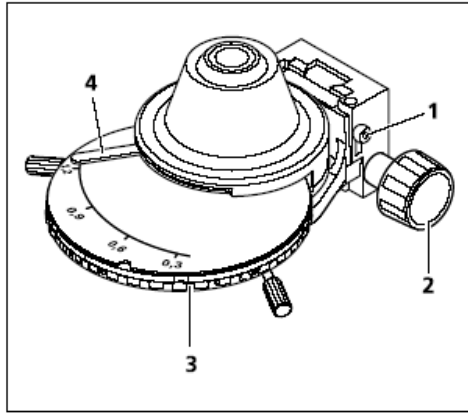

图4-2 校准聚光镜支架上的垂直限位
- 把聚光镜的前端透镜（如果在使用中）置入工作位置（ $\geq 10\times$ 的物镜），并转动调整旋钮，把聚光镜（图4-1/3和图4-2/2）垂直调节到上限位。调节该限位，确保能防止聚光镜撞击标本（有关调节聚光镜限位的详情，请参见第4.1.1(4)节）。
- 在配有旋转模块转盘的聚光镜上：转动转盘（图4-2/3）到达位置 H（明视场）。
- 为了调节光圈（对比度），从镜筒中取下一个目镜。通过观察镜筒，使用调节转轮（图4-2/4）把光圈大约调节到物镜视阈（图4-1/E）直径的 $\frac{2}{3}$ 到 $\frac{4}{5}$ 。对于大多数情形，在近乎于最大分辨率下，这个光圈将达到最高对比度，因此，也是相对于人眼的最佳观察位置。
(4) 校准聚光镜支架的垂直限位
- 使用 SW3 球头螺丝刀松开垂直限位上的固定螺丝钉（图4-2/1）。
- 缩小视场光阑，并垂直调节聚光镜（图4-2/2），直到图像清晰为止。
- 固定垂直限位的固定螺丝钉（图4-2/1）。